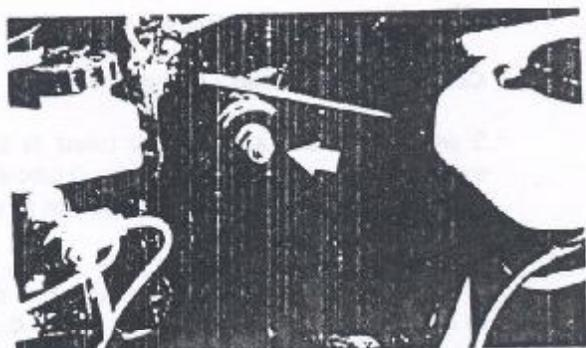

Figura 4.07.4 - Fixação do braço superior da suspensão
3. Remover o parafuso e a porca de fixação do círculo superior do conjunto do "Spring Shock" ao braço superior da suspensão (Figura 4.07.4).
5. Remover a porca e o parafuso de articulação do braço superior da suspensão. Remover as arruelas e remover o braço superior da suspensão de seu suporte no chassis (Figura 4.07.4).